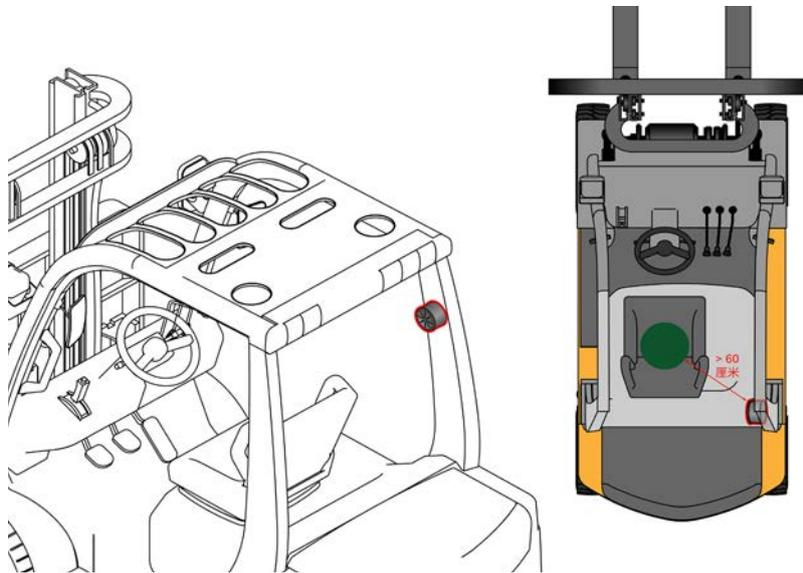

图 26: 喇叭安装示意图
2. 建议将天线安装在任一护顶架后柱上或护顶架下方，如图26所示。